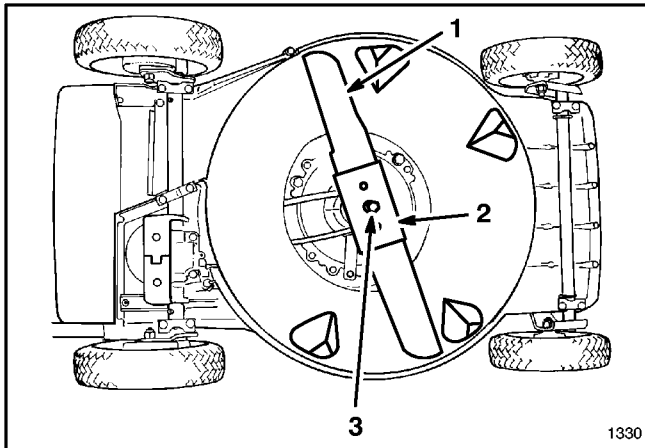

Abbildung 23
5. **AUSBAU DES MESSERS**—Endstück des Messers mit Lappen oder dickem Handschuh festhalten. Entfernen Sie Messerbolzen, Fächerscheibe, Messerverstärker und Messer (Abb. 23).